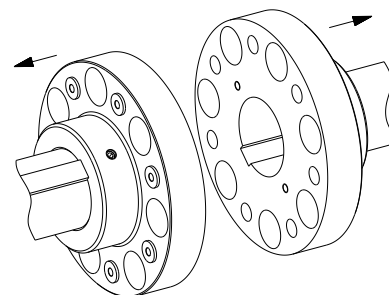

Fig. 14
- Monter les moyeux sur les arbres des côtés entraînement et sortie de manière à ce que les surfaces planes des moyeux d'accouplement affleurent les surfaces frontales des arbres (voir fig. 14).